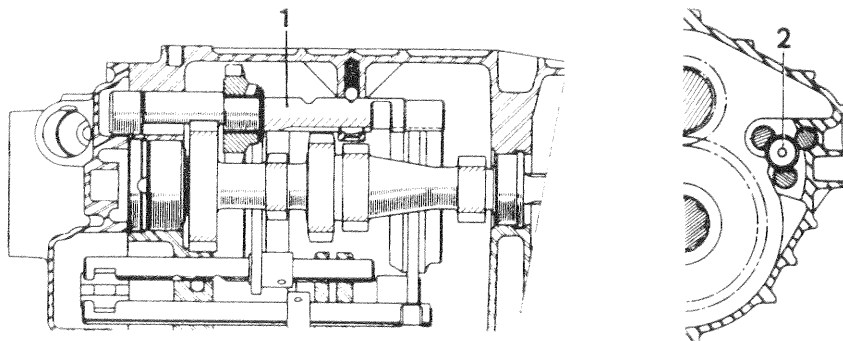

Fig. 75. — Blocage de la boîte de vitesses
L'incident est provoqué par le déplacement de l'axe du pignon de marche arrière (1) (fig. 75) dont le cran de point mort dépasse la bille de verrouillage.
Ceci a pour effet de bloquer le disque de verrouillage (2) (fig. 75) entre les axes de commande de fourchettes.